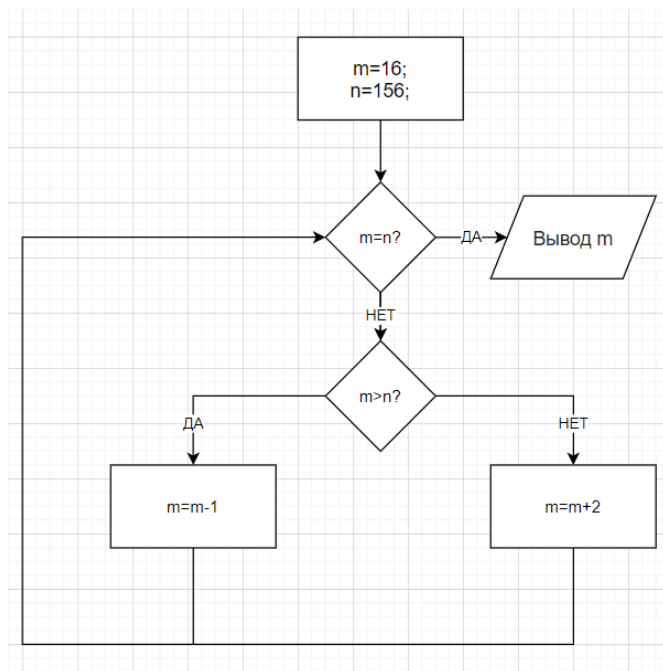

рис.1.2
2. Какое значение переменной m будет выведено в результате работы части программы, изображенной на рис.1.2?